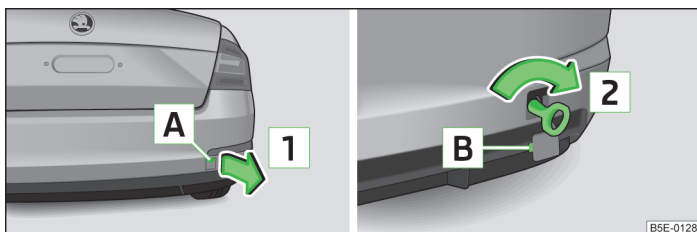

Abb. 198 Hinterer Stoßfänger: Ausbau der Abdeckkappe / Einbau der Abschleppöse
- Auf die Abdeckkappe im Bereich **A** » Abb. 198 drücken.
- Die Abschleppöse von Hand in Pfeilrichtung **Z** » Abb. 198 bis zum Anschlag einschrauben » .